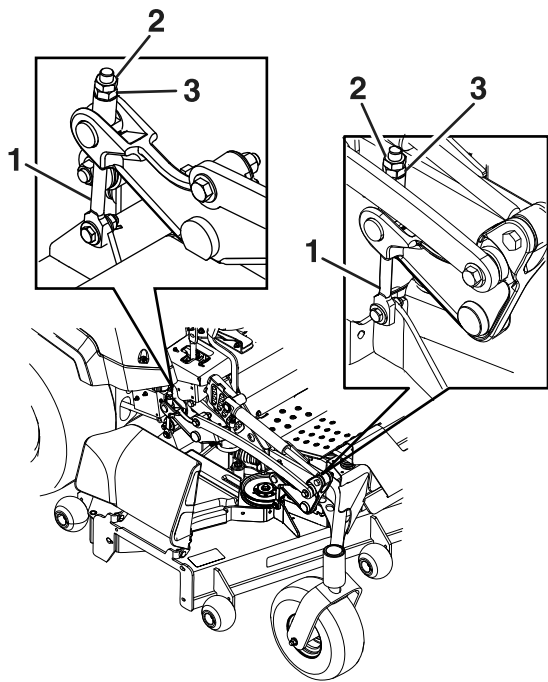

Figure 77
- Ajustez précisément le serrage de l'écrou de réglage sur l'ensemble de levage du plateau avant (Figure 77).